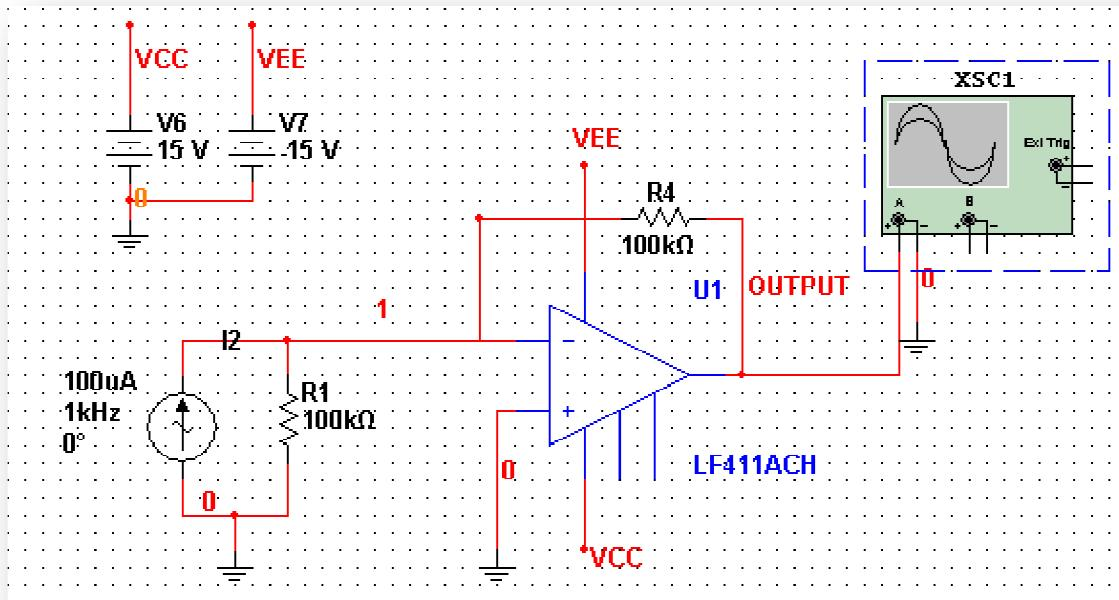

Figura 3.5-2
2. Conecta el circuito conforme a la Figura 3.5-1 y verifícalo con respecto al circuito mostrado en la Figura 3.5-2